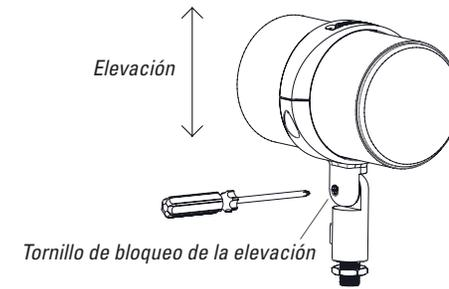

Figura 4
5. Utiliza un destornillador Philips (no suministrado) para aflojar el tornillo que bloquea la elevación (consulta la Figura 4), apunte el altavoz hacia el ángulo de elevación deseado y apriete el tornillo de bloqueo manualmente. **NO APRIETES EN EXCESO.**